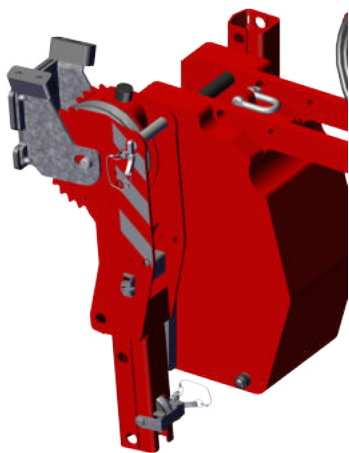

Abbildung 4.9 Windenkopf auf dem Ballast
1. Nehmen Sie den Windenkopf von der Stütze vom Ballast (siehe Abbildung 4.9).
2. Befestigen Sie den Windenkopf mit dem Sicherheitsstift (1) am Ausleger und sichern Sie den Stift.